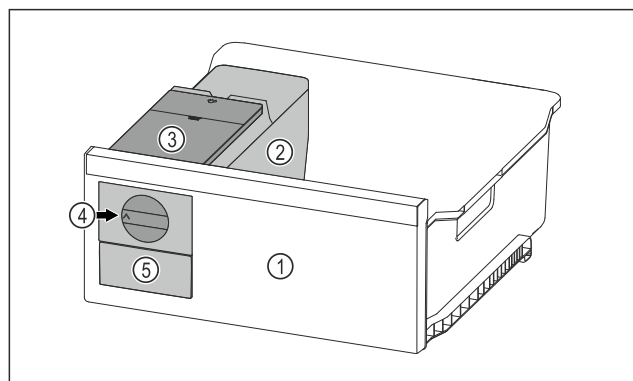

Fig. 75 Beispielhafte Darstellung
- ▶ Drehknopf *Fig. 75 (4)* im Uhrzeigersinn bis zum Anschlag drehen.
- ▷ Eiswürfel fallen aus der Eiswürfelschale in das Eiswürfel-schubfach *Fig. 75 (5)*.